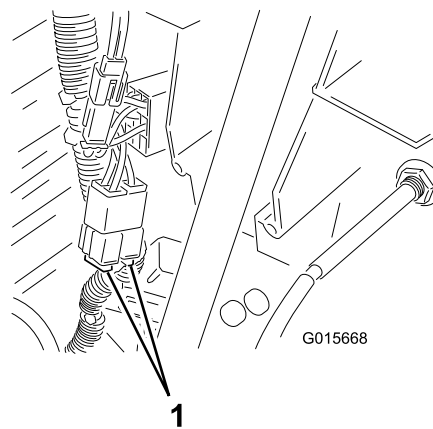

Bild 30
- Öffnen Sie die Motorhaube und ermitteln Sie die Sicherung unter dem Kraftstofftank (Bild 30).